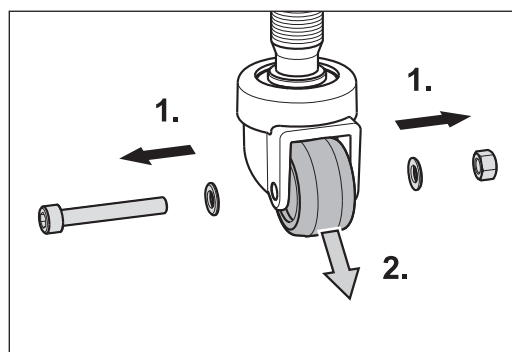

Bild 61 Ta bort skruven, brickorna och muttern (1.) och dra ut styrhjulet ur hjulgaffeln (2.).
- 3 Ta bort skruven med brickorna och muttern från hjulgaffeln (bild 61, 1.).
- 4 Dra ut löphjulet ur hjulgaffeln (bild 61, 2.)